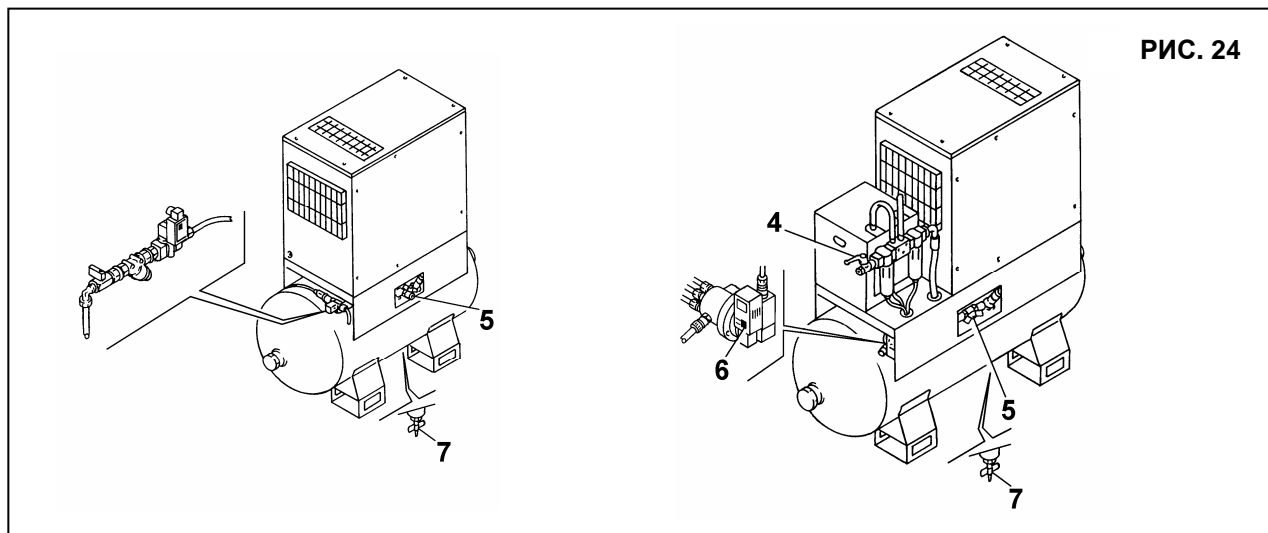

РИС. 24
- Закройте кран 4 и 5 Рис. 24.
- Стравите давление из осушителя, нажав кнопку "TEST" слива конденсата (примерно на 10-20 секунд) расположенную на таймере, 6 Рис. 24.
- Выпустите давление из машины, повернув краны 7 Рис. 24
- Закройте краны 7 Рис. 24 после выпуска остаточного давления